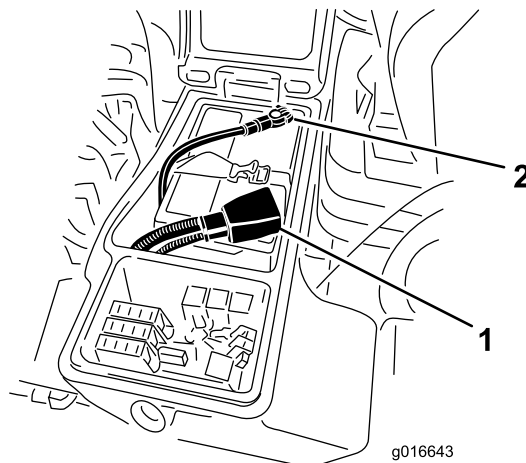

Figura 58
6. Instale o cabo positivo (vermelho) no terminal positivo (+) e o cabo negativo (negro) no terminal negativo (-) da bateria (Figura 58).